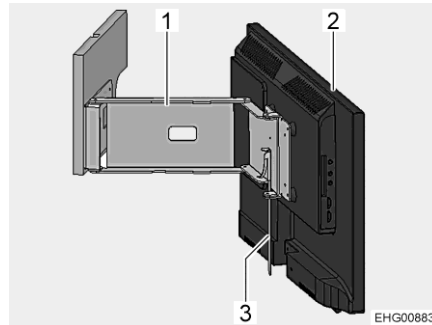

Fig. 82 Schermo piatto sul braccio snodato
- Spostare la leva (Fig. 82,3). Il braccio snodato (Fig. 82,1) è sbloccato.
- Girare lo schermo piatto (Fig. 82, 2) nella posizione desiderata.